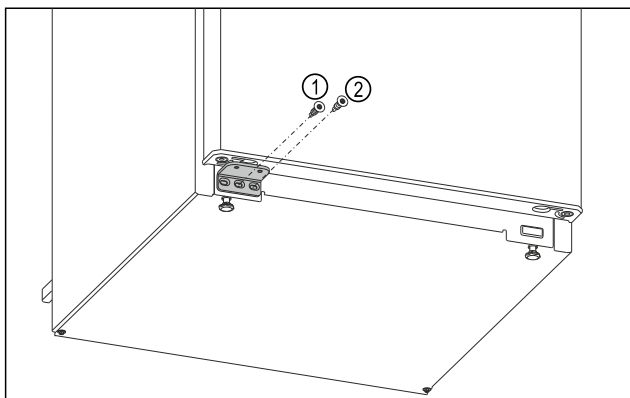

Fig. 17
- ▶ Kierrä laakerijalustan Fig. 17 (1) keskimäinen ruuvi kiinni Torx 20 -ruuvimeisselillä.
- ▶ Kierrä laakerijalustan Fig. 17 (2) sisempi ruuvi kiinni Torx 20 -ruuvimeisselillä.